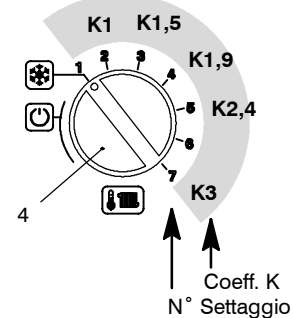
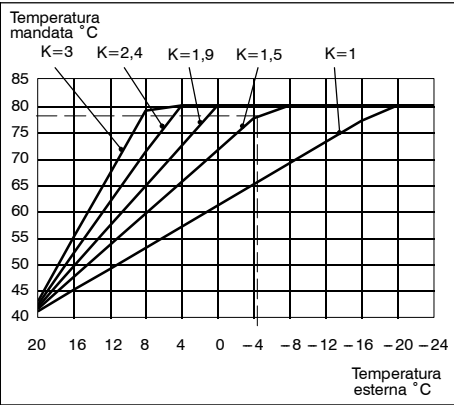
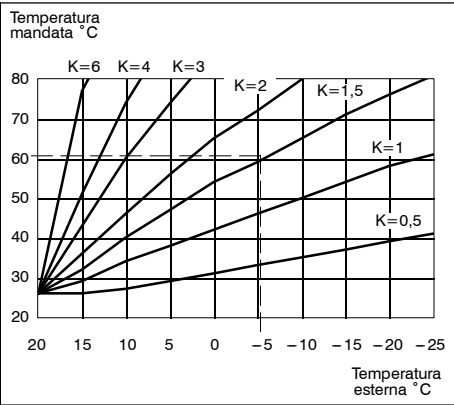

fig. 5.24
fig. 5.22
fig. 5.23
- 1 Ruotare la manopola regolazione temperatura riscaldamento 4 in fig. 5.24 e posizionarla nel valore di **K** desiderato (fig. 5.22) (fig. 5.24 es. manopola settata per **K1,5**)
Es. Per avere una temperatura di mandata all'impianto di riscaldamento di 60 °C con una esterna di -5 °C si deve settare un K di 1,5 (linea tratteggiata in fig. 5.23)
Quando si installa la sonda esterna bisogna impostare questo parametro in base al rendimento dell'impianto di riscaldamento per ottimizzare la temperatura di mandata (fig. 5.22 settaggio senza remoto collegato) (fig. 5.23 settaggio con remoto collegato).
Es. Per avere una temperatura di mandata all'impianto di riscaldamento di 78 °C con una esterna di -4 °C si deve settare un K di 1.5 (linea tratteggiata in fig. 5.22)